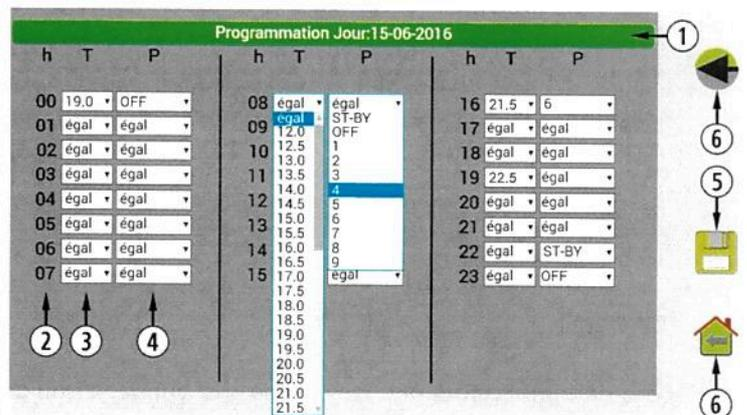

Figure 49
Il est important de valider la programmation en cliquant sur sauver (point ⑤, figure 49) une fois que la programmation a été fait.